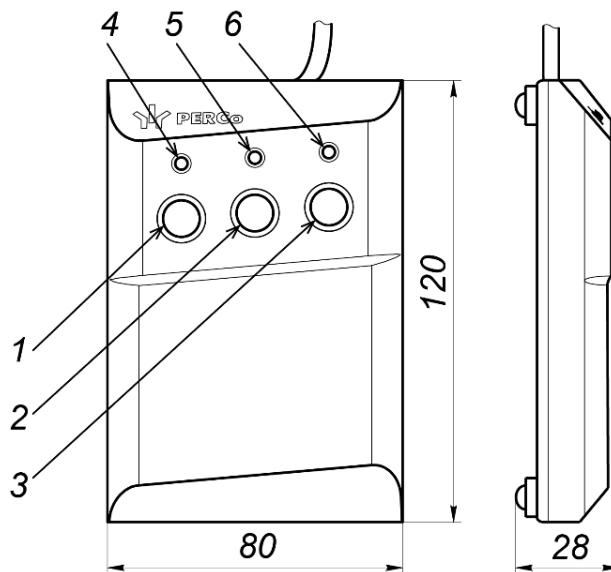

Рисунок 5. Общий вид и габаритные размеры ПДУ
ПДУ (14) выполнен в виде небольшого настольного прибора в корпусе из ударопрочного АБС пластика и предназначен для задания и индикации режимов работы при ручном управлении ЭП. Внешний вид и габаритные размеры ПДУ показаны на рис. 5.